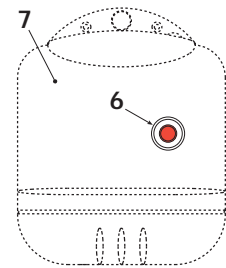

fig. 1
Para desligar, rode o interruptor 5 (fig. 1) situado no painel de comandos para a posição "0" e feche a válvula de paragem do combustível. Perigo de congelamento: a melhor salvaguarda contra períodos de frio muito intenso é manter em funcionamento a caldeira e os acessórios, de modo a que todo o circuito esteja activo. Alternativamente, adicione à água do circuito um anti-congelante, na proporção indicada pelo fornecedor e consoante a temperatura ambiente mínima hipotética.
- a - Bloqueio do queimador assinalado pela respectiva luz 6 (fig. 1). Consultar o manual do queimador.